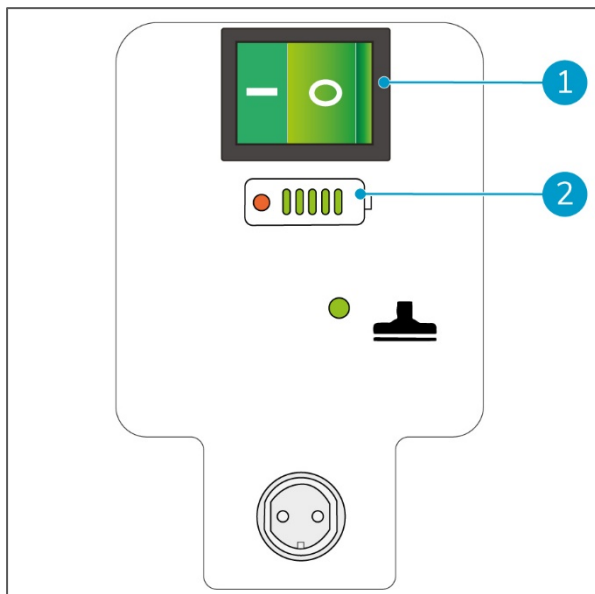

Abbildung 17
2. Drücken Sie den ON/OFF-Schalter (Figure 17, Pos. 1), um den i-vac® 9B einzuschalten. Die grüne LED im ON/OFF-Schalter wird eingeschaltet.
3. Überprüfen Sie die Akkustatusanzeige unter dem EIN/AUS-Schalter (Figure 17, Pos. 2). Siehe Abschnitt 2.1.
4. Drücken Sie den ON/OFF-Schalter (Figure 17, Pos. 1), um den i-vac 9B auszuschalten.